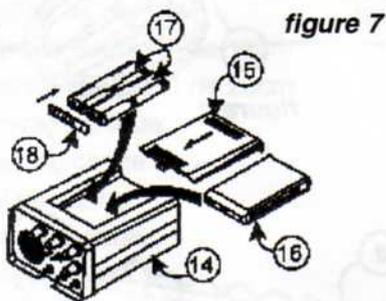

figure 7
3)- Fixer les deux blocs piles au support blocs en respectant les polarités. Faire glisser le tout dans le compartiment à piles en n'oubliant pas de faire correspondre les deux gros contacts ronds avec les deux ressorts du boîtier. figure 7
**Le Musketeer XS Pro** est livré avec le kit rechargeable. **Le temps de la première mise en charge doit être de 10 heures. Les suivantes mises en charge d'environ 4 à 5 heures. Un signal sonore se fait entendre lorsque les piles sont faibles. Veillez à bien replacer le couvercle en le faisant glisser jusqu'à entendre un clic. figure 7**